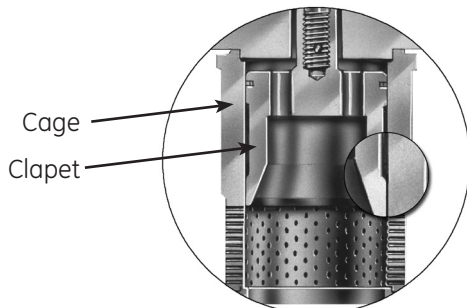
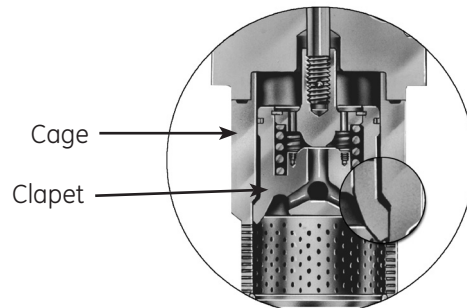

Figure 4 - Type de clapet droit
Figure 5 - Clapet à cloche, type pilote uniquement
1. Retirez l'ensemble de clapet de vanne de la cage de vanne en tirant la tige de clapet de vanne vers le haut. En cas de type de clapet à cloche (voir la figure 5), lorsque vous retirez la tige, le clapet et la cage sont également retirés. Pour les types de clapet droits (voir figure 4), après le retrait de la tige, soulevez la cage pour la retirer du corps de vanne.